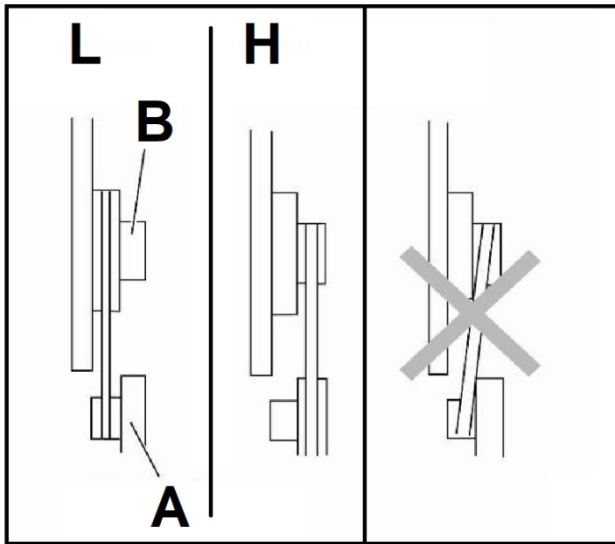

Рисунок 20
- Установите приводной ремень в нужную канавку шкива (нижний шкив пильной ленты B, Рис. 20) и соответствующую канавку шкива двигателя (A, Рис. 20).